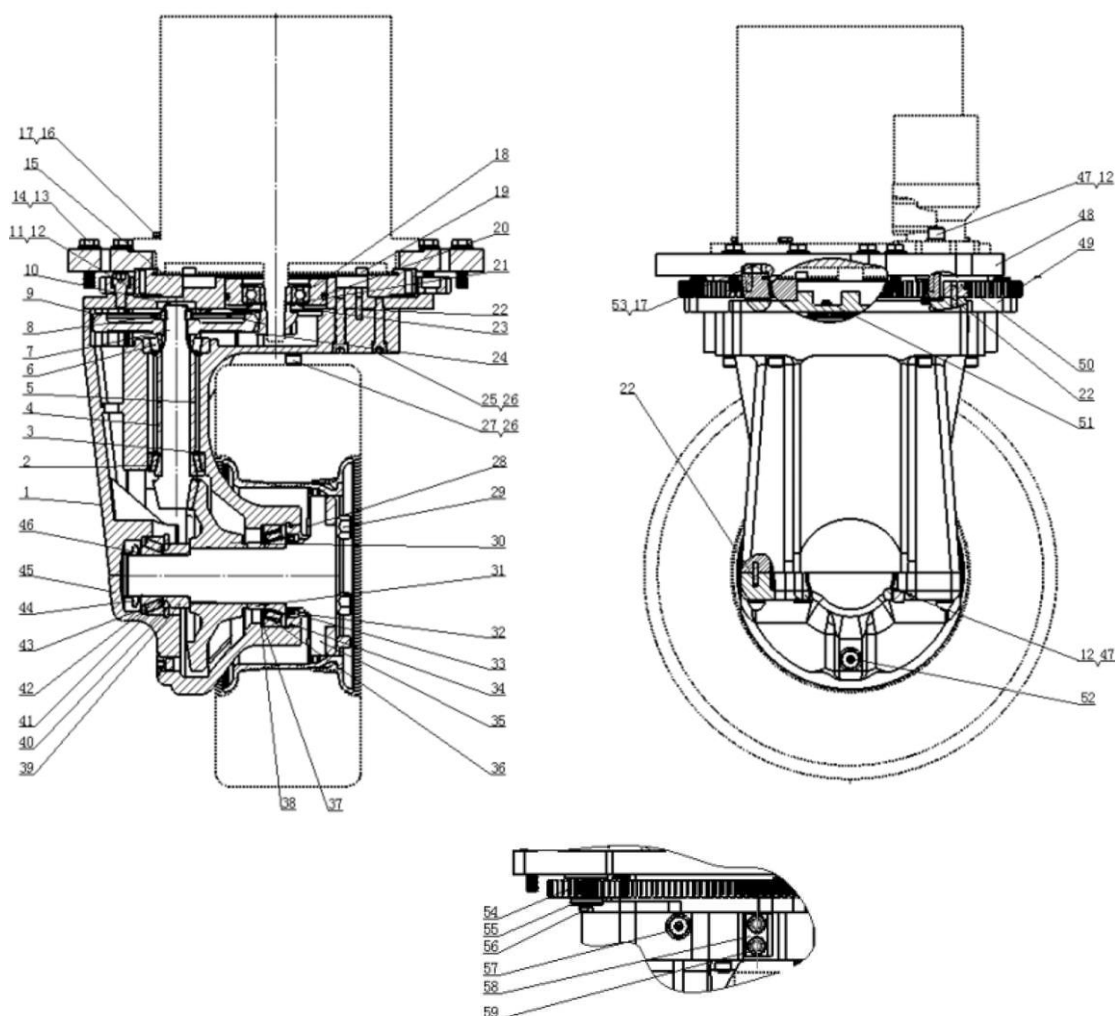

Рис. 4-1. Устройство трансмиссии
- 2) Поверните рулевое колесо так, чтобы крепёжная гайка (29) ведущего колеса была снаружи.
- 3) Снимите с колеса все гайки (29 на рис. 4-1).
- 1) Закрепите ведущее колесо так, чтобы положение отверстия в колесе совпало с положением болта (28 на рис. 4-1) ведущего колеса.